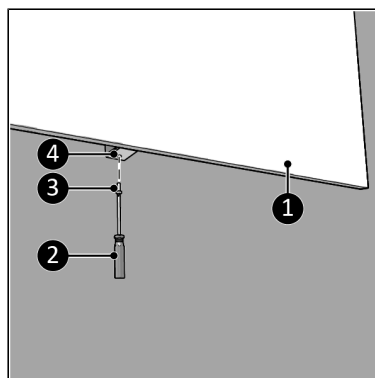

Abbildung 10.
13. Schrauben Sie das Gerät (Abbildung 10, Pos. 1) mit einer kleinen Schraube (Abbildung 10, Pos. 3) an der Wandhalterung fest mit einem Kreuzschlitzschraubendreher (Abbildung 10, Pos. 2).